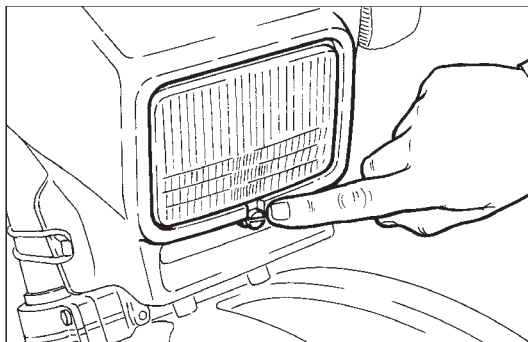

Fig. 62
- ◆ Visser la vis appropriée (Fig. 62) à l'aide d'un tournevis.